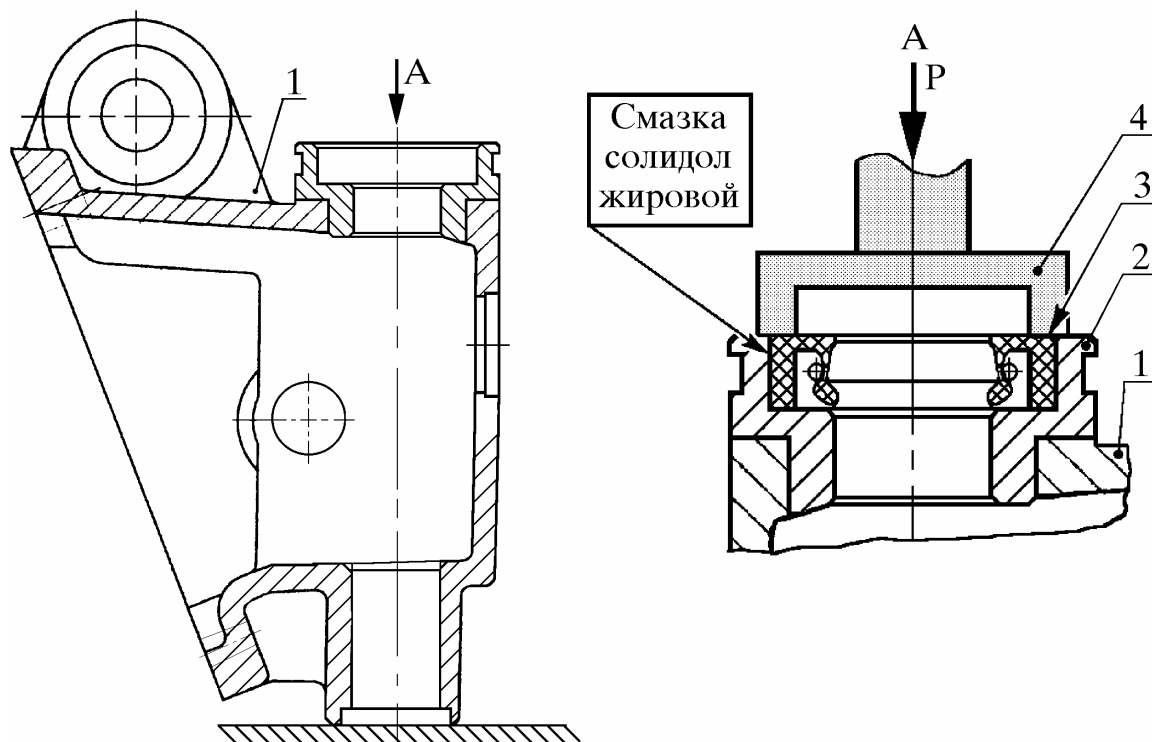

Рис. 9. Запрессовка манжеты в отверстие втулки корпуса механизма переключения передач:
8.2.1. Установить корпус 1 (рис. 9) механизма переключения передач на столе пресса втулкой 2 под манжету вверх (пресс ручной - реечный Р-338 ГАРО).